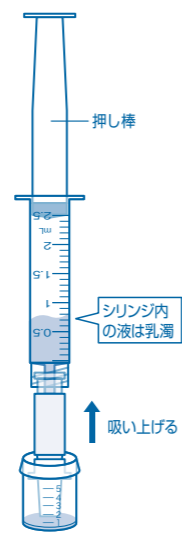

図10
⑩5mLカップの液面下にチップ先端を入れ、シリンジの押し棒を2.5mLの目盛まで引き上げ、液を全量吸い上げます。(図10)